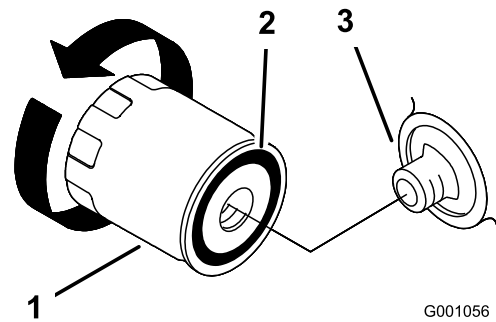

Figure 42
3. Appliquez un mince film d'huile neuve sur le joint en caoutchouc du filtre de rechange (Figure 42).
4. Posez le filtre à huile de rechange sur l'adaptateur. Tournez le filtre dans le sens horaire jusqu'à ce que le joint rejoigne l'adaptateur, puis donnez 1/2 tour supplémentaire (Figure 42).